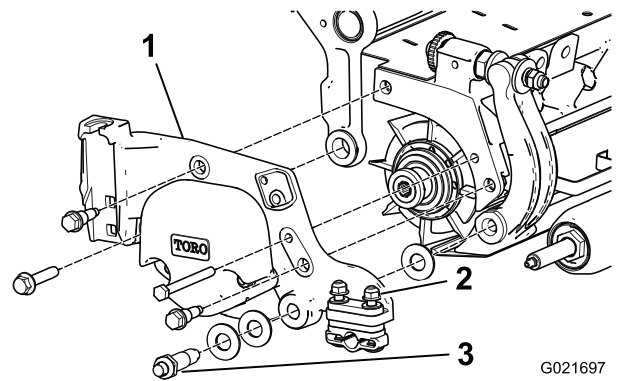

Figure 4
6. Retirez les 4 boulons qui fixent la plaque latérale gauche au plateau de coupe, et desserrez les écrous de serrage de rouleau arrière ; déposez la plaque latérale du plateau de coupe (Figure 4).